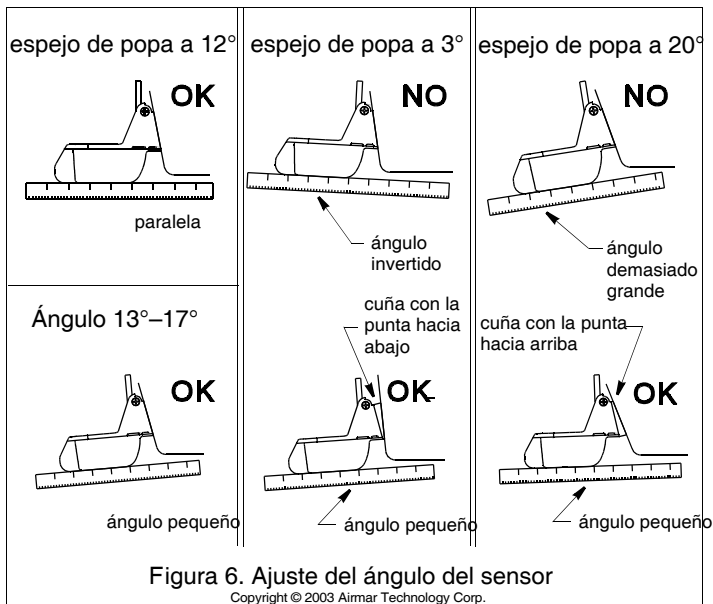

Figura 6. Ajuste del ángulo del sensor
1. Con una regla, observe la parte inferior del sensor con respecto a la parte inferior del casco (figura 6). El borde de salida del sensor tiene que estar 1-3 mm (1/16–1/8") por debajo del borde de ataque o paralelo al fondo del casco.